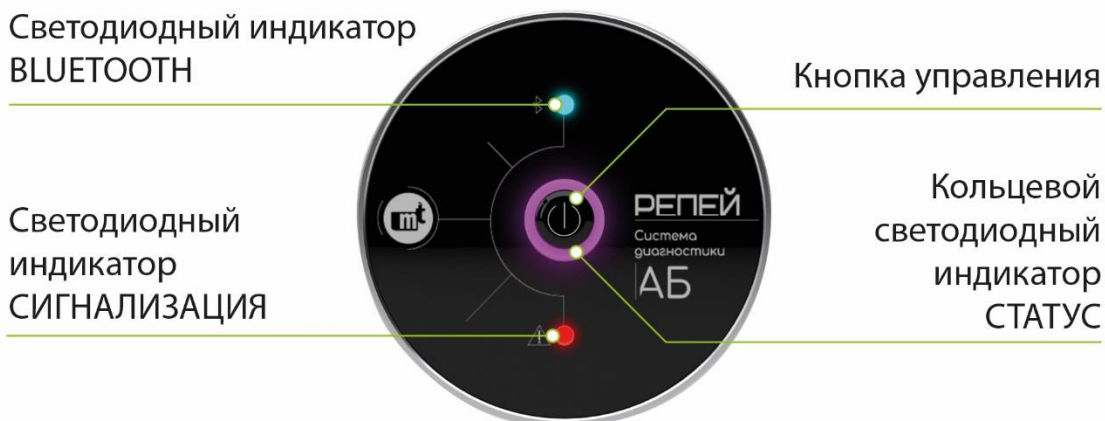

Рисунок 3.2 - Внешние виды лицевых панелей базовой станции и датчика
3.2.1 На лицевой панели базовой станции (рисунок 3.2) расположены элементы управления (таблица 3.1) и индикации (таблица 3.2).